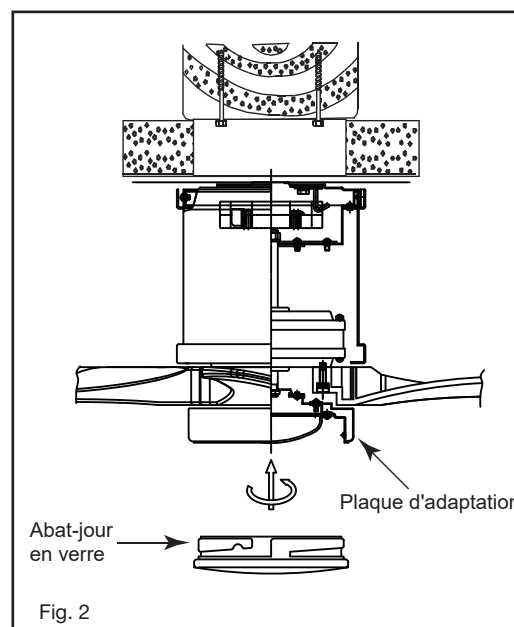

Fig. 2
- 2 Tout en maintenant le kit d'éclairage LED sous votre ventilateur, effectuez les connexions des fiches polarisées : (Fig. 2)